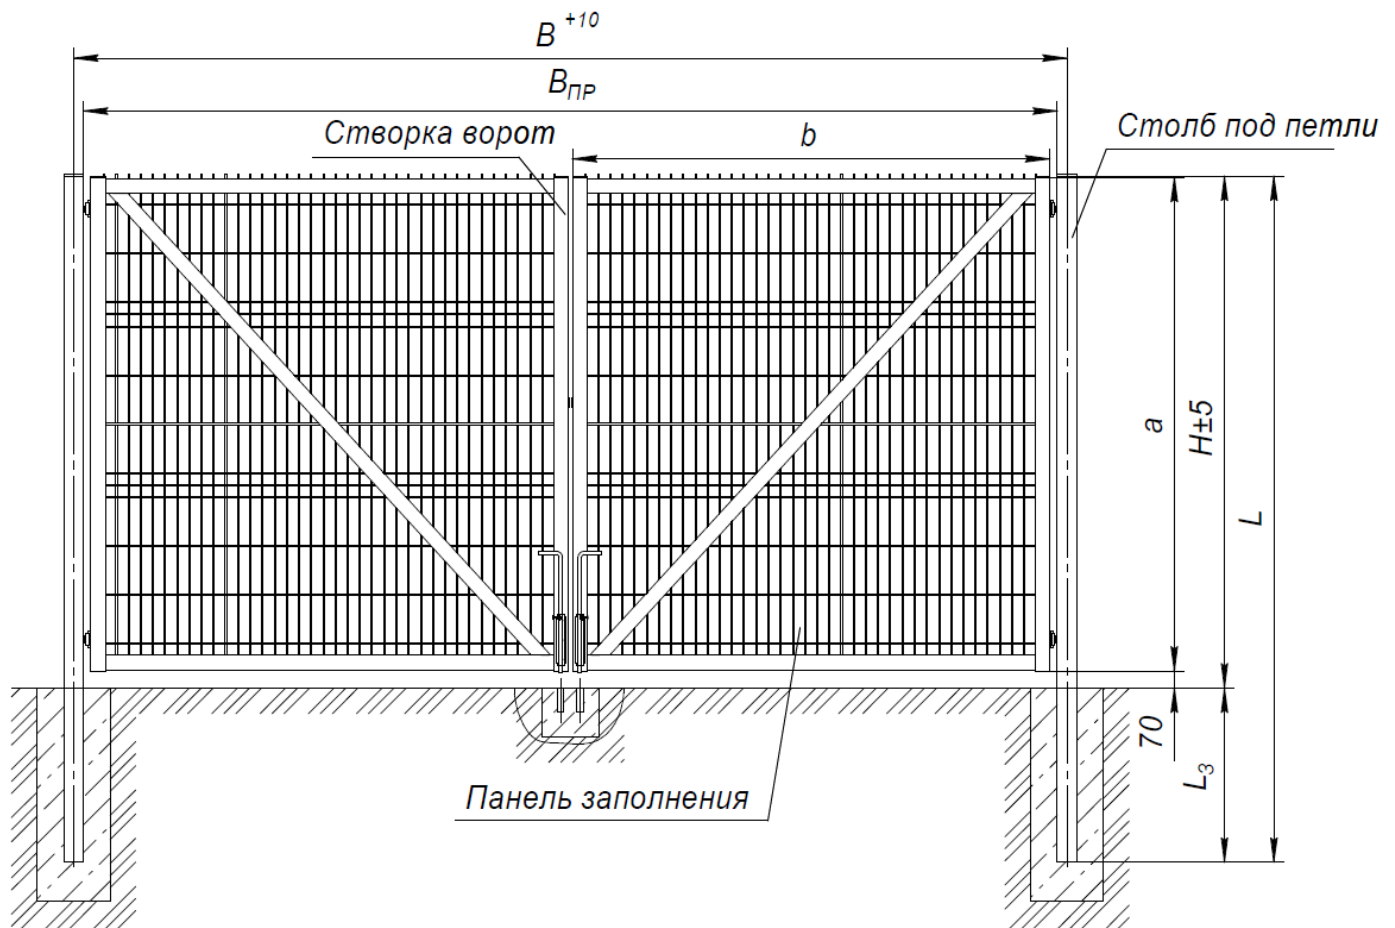

Рис. 1. Ворота распашные со столбами под бетонирование
1.2. Ворота состоят из двух столбов и двух створок (рис. 1). Рама створок ворот выполнена из стального профиля сечением 60х40х1,4, заполнение створки сварная сетчатая панель. Крепление створки ворот к каждому из столбов осуществляется посредством петель. Для закрывания ворота оборудуются проушинами под навесной замок.